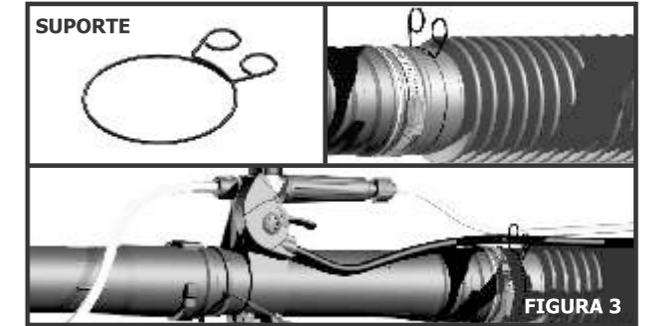

FIGURA 3
Comando Unificado (H): para mayor facilidad de montaje (Figura 3), este componente es entregado con un cable eléctrico y una manguera de líquido conectados. Después de realizado todo el proceso de montaje del ítem 4.1, coloque el equipo en la espalda y ajuste la posición del comando unificado ("Joystick"), deslizando hacia adelante o hacia atrás, de acuerdo con la figura 3, hasta encontrar la posición más confortable para la operación. Finalmente, apreté los tornillos del soporte del comando unificado (H), con un destornillador de estrella (contenido en el kit), para así dejarlo en la posición definitiva.